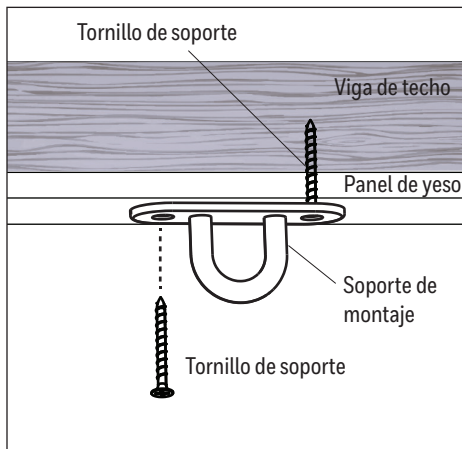

Figura 1.1
1. Utilice un destornillador Phillips y los dos tornillos del soporte para asegurar el soporte de montaje a una viga del techo (Figura 1.1). **Nota:** si es necesario, utilice un detector de vigas y un taladro con una broca de 15/64" para crear orificios guía para los tornillos del soporte. No se incluye el detector de vigas, el destornillador Phillips, el taladro ni la broca.